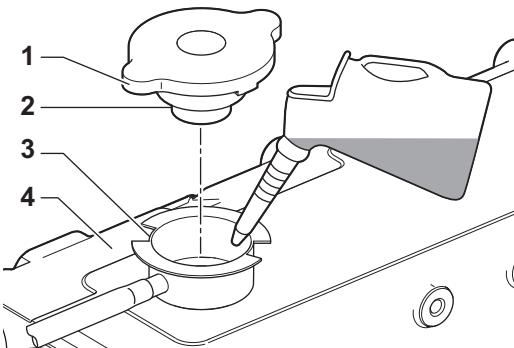

Figure 14
3. Versare lentamente il liquido di raffreddamento nel relativo serbatoio (**Figure 14, (4)**) per evitare la formazione di bolle d'aria. Versare finché il liquido non fuoriesce dal bocchettone di rifornimento.
4. Far combaciare le linguette del tappo del bocchettone (**Figure 14, (2)**) con le incisioni sul condotto di rifornimento (**Figure 14, (3)**) e stringere con cura il tappo del bocchettone (**Figure 14, (1)**).